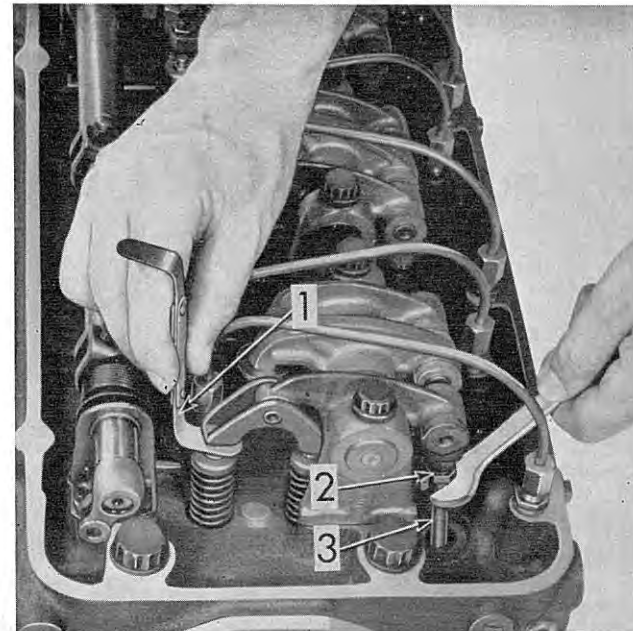

Fig. 42 - Réglage du jeu des soupapes
3. Lâcher le contre-écrou de la tige du poussoir. Voir fig. 42 et placer la lame de .025" de la jauge J.9708 entre la tige de soupape et la portée du balancier - régler la tige du poussoir jusqu'à frottement doux de la lame de la jauge.